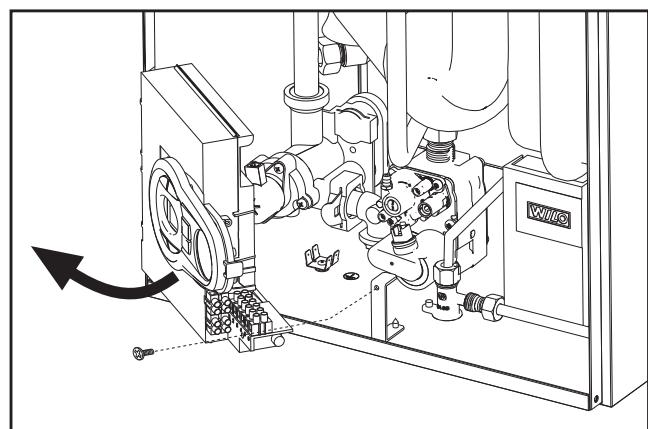

fig. 22
2. Desfaceți surubul și rotiți panoul de comandă (vezi fig. 22).